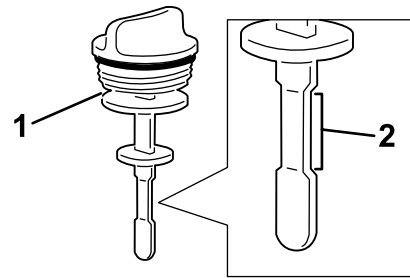

Figura 22
4. Retire la varilla del cuello de llenado y compruebe el nivel de aceite. El nivel del aceite debe estar dentro del intervalo de operación segura de la varilla (Figura 22).